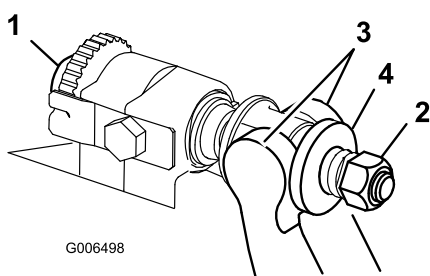

図 29
- ベッド・バー調整ネジ (図 29) を左に回してベッドナイフとリールの接触をなくす。
- スプリング・テンション・ナットをゆるめて、ワッシャがベッドバーを全く押さないようにする (図 29)。